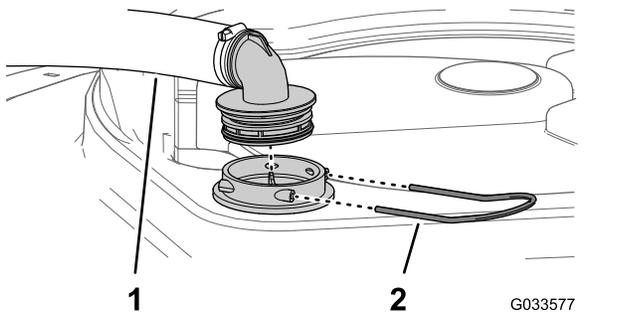

図 59
2. タンク上部で、フィルタハウジングからの太いホースについているフィッティングを固定しているリテーナを外す **図 59**。
3. フィルタハウジングからホースとフィッティングを取り外す **図 59**。